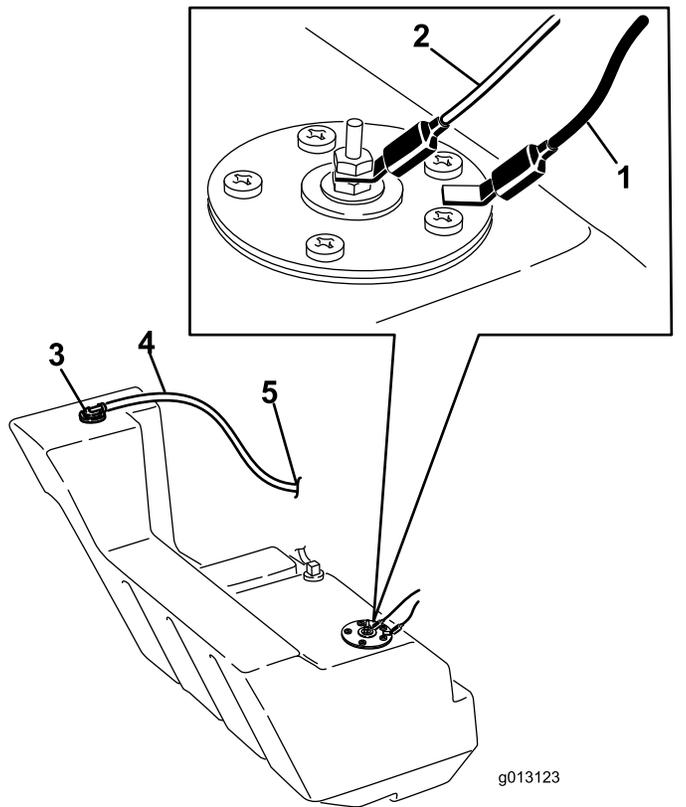

Bild 65
12. Ziehen Sie die beiden Kabel ab, die zur rechten Tankseite führen (Bild 65).
21. Auf der rechten Seite des Tanks verbinden Sie das orange Kabel mit dem inneren Pol und das schwarze Kabel mit dem äußeren Pol (Bild 65).